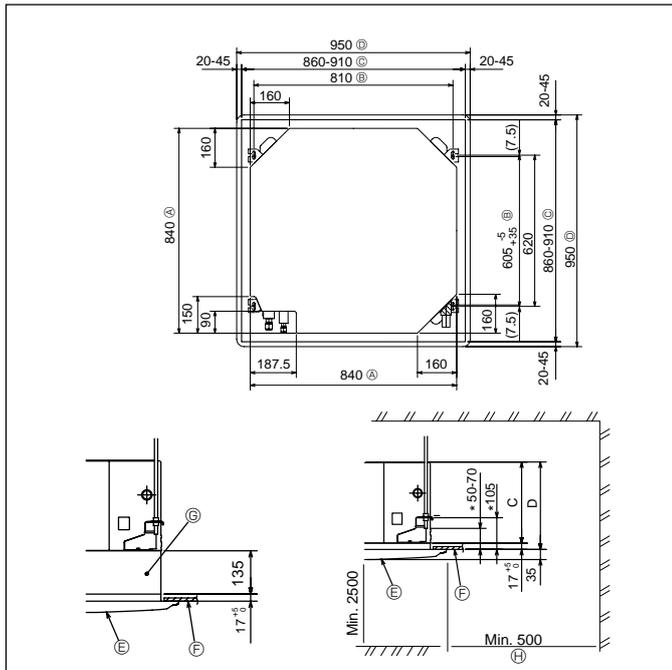

Fig. 2-2
2.2. Lage der Öffnungen in der Decke und der Befestigungsschrauben für die Aufhängung (Fig. 2-2)
* Die Abmessungen der Deckenöffnung können innerhalb des in Fig. 2-2 dargestellten Bereichs angepaßt werden. Deshalb ist die Hauptanlage in der Deckenöffnung zu zentrieren und sicherzustellen, daß die jeweils gegenüberliegenden Seiten überall den gleichen Abstand aufweisen.